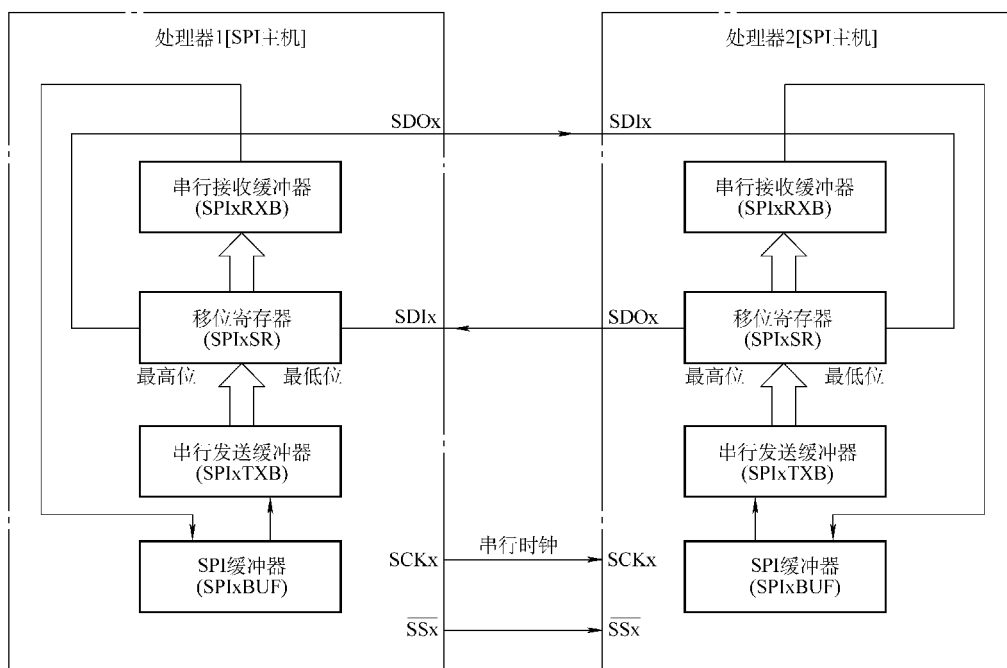

图 10-37 SPI 总线器件间传送数据框图
SPI 系统可直接与各个厂家生产的多种标准外围器件直接接口，一般使用 4 根线：串行时钟线 (SCK)、主机输入/从机输出数据线 MISO (DO)、主机输出/从机输入数据线 MOSI (DI) 和低电平有效的从机选择线 CS。MISO 和 MOSI 用于串行接收和发送数据，先为 MSB (高位)，后为 LSB (低位)。在 SPI 设置为主机方式时，MISO 是主机数据输入线，MOSI 是主机数据输出线。SCK 用于提供时钟脉冲将数据一位位地传送。SPI 总线器件间传送数据框图如图 10-37 所示。